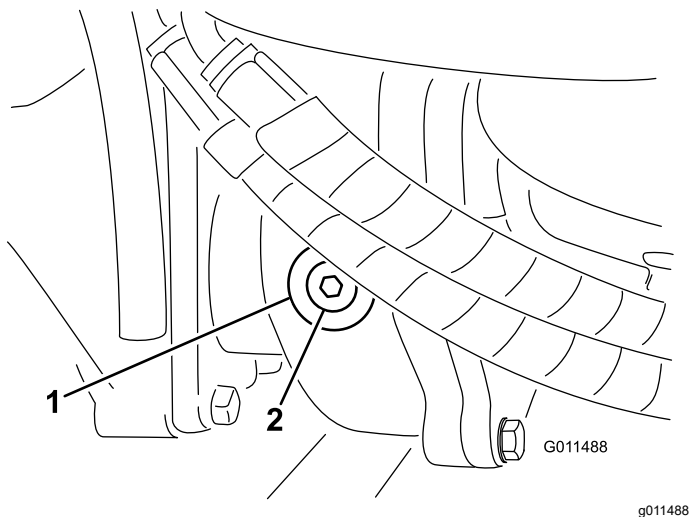

図 111
- ギアボックスの左側から点検・補給用プラグ 図 111 を抜き、穴の高さまで潤滑油があることを確認する。油量が足りなければ穴の下部まで補給する。